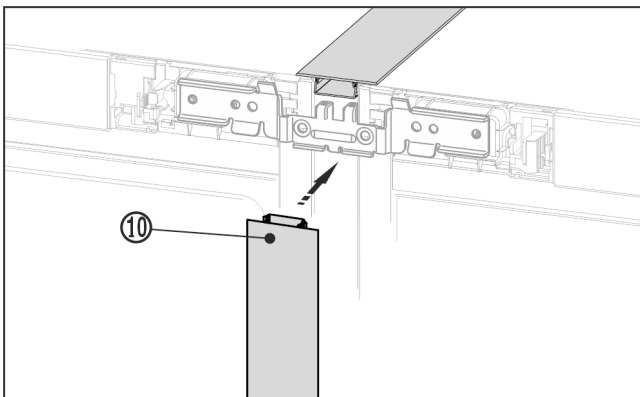

Fig. 23
- ▶ Suruge esiküljel pikk katteliist Fig. 23 (10) vertikaalsesse pilusse. Pöörake tähelepanu sellele, et liist toetub ühendusplekile.